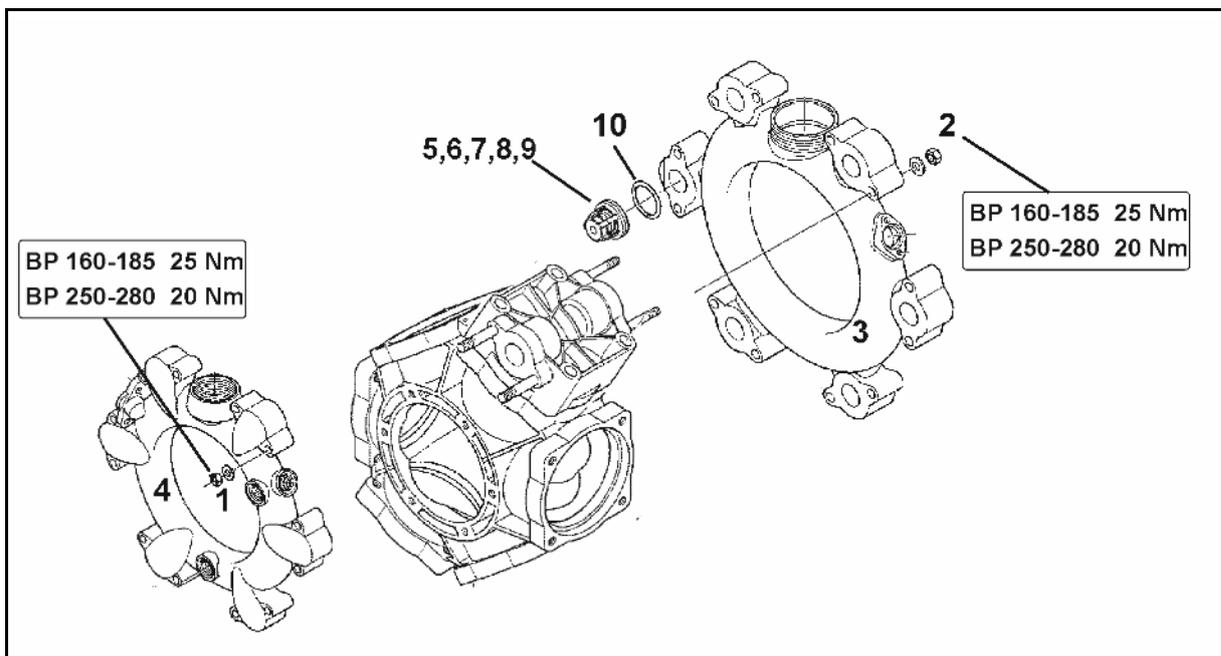

Fig. 149
1. Kontrollieren, ob der Ölstand an der Markierung (Fig. 149/1) bei nicht laufender und waagrecht stehender Pumpe sichtbar ist.
2. Den Deckel (Fig. 149/2) abnehmen und Öl nachfüllen, wenn der Ölstand an der Markierung (Fig. 149/1) nicht sichtbar ist.
2. Deckel (Fig. 149/2) abnehmen.
- 3.2 Antriebswelle (Fig. 149/3) so lange von Hand verdrehen, bis das alte Öl vollständig ausgelaufen ist. Darüber hinaus besteht die Möglichkeit, das Öl an der Ablass-Schraube abzulassen. Hierbei bleiben jedoch geringe Ölreste in der Pumpe, daher empfehlen wir die erste Vorgehensweise.
5. Antriebswelle (Fig. 149/3) wechselweise nach rechts und links drehen und neues Öl langsam auffüllen. Die korrekte Ölmenge ist eingefüllt, wenn das Öl an der Markierung (Fig. 149/1) sichtbar ist.